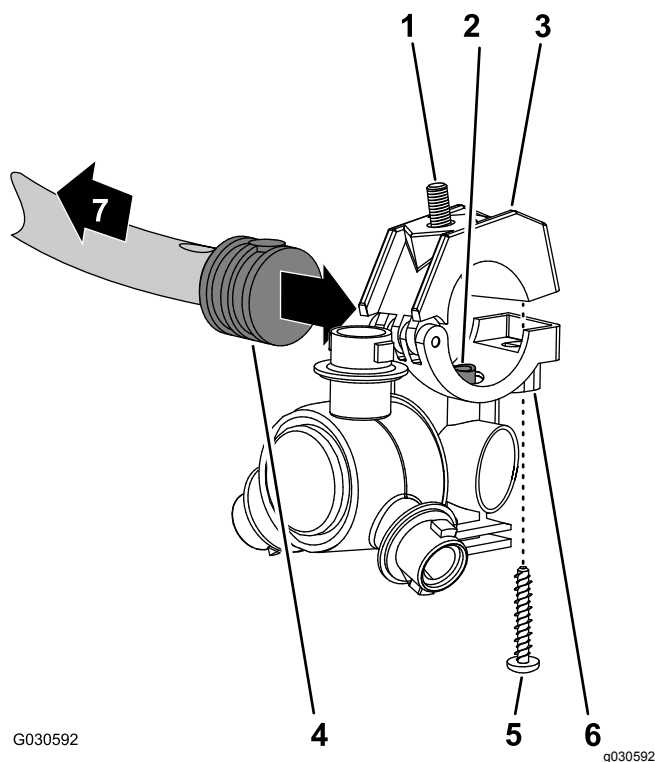
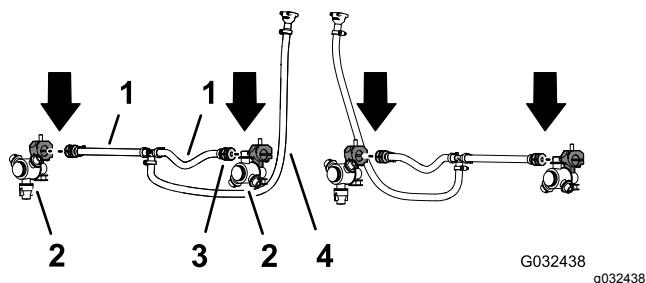

Figura 57
Figura 58
- Trabalhando com dois bicos do pulverizador do kit de acabamento de sistema de pulverização GeoLink, retire o parafuso de aço inoxidável que prende a metade do grampo superior à sela (Figura 57).
- Localize o orifício na lateral da haste do tubo estriado simples na extremidade do tubo (25 cm) do conjunto do tubo (válvula do pulverizador 5 ou 6) para a secção de pulverização central (Figura 57 e Figura 58).
- Alinhe o tubo de transferência na sela de um bico do pulverizador (Figura 57) com o orifício na lateral da haste do tubo estriado simples (13 mm).
- Feche a metade do grampo superior em torno da haste do tubo estriado e prenda a metade do grampo e o corpo do bico do pulverizador (Figura 57) com o parafuso de aço inoxidável (N.º 12 x $\frac{1}{4}$ pol.); aperte o parafuso de aço inoxidável com 14 a 18 N·m.
- Trabalhando com o bico do pulverizador, o parafuso de cabeça sextavada e o parafuso de aço inoxidável que retirou nos passos 1 e 2 de Remoção dos bicos do pulverizador (página 27), repita os passos 3 a 5 para a haste do tubo roscado simples (Figura 57 e Figura 58) na extremidade do outro tubo (25 cm).
- Trabalhando com os dois bicos do pulverizador que retirou no passo 4 de Remoção dos bicos do pulverizador (página 27), repita os passos 3 a 5 para as hastes do tubo roscado simples do outro conjunto dos tubos (válvula do pulverizador 5 ou 6) para a secção de pulverização central (Figura 57 e Figura 58).